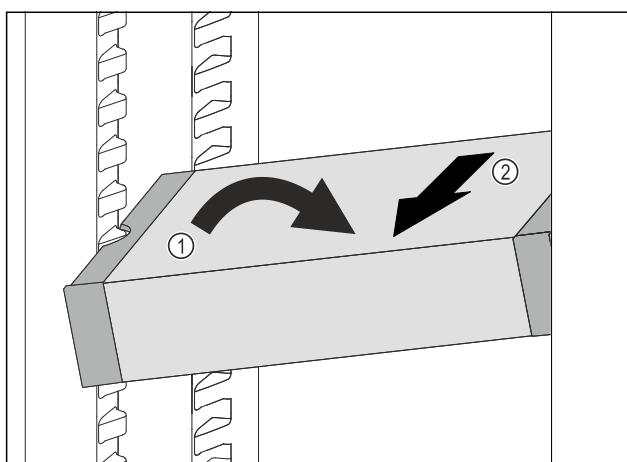

Fig. 73
- VarioSafe postavte v chladničce šikmo. Fig. 73 (1)
- VarioSafe odeberte směrem dopředu. Fig. 73 (2)